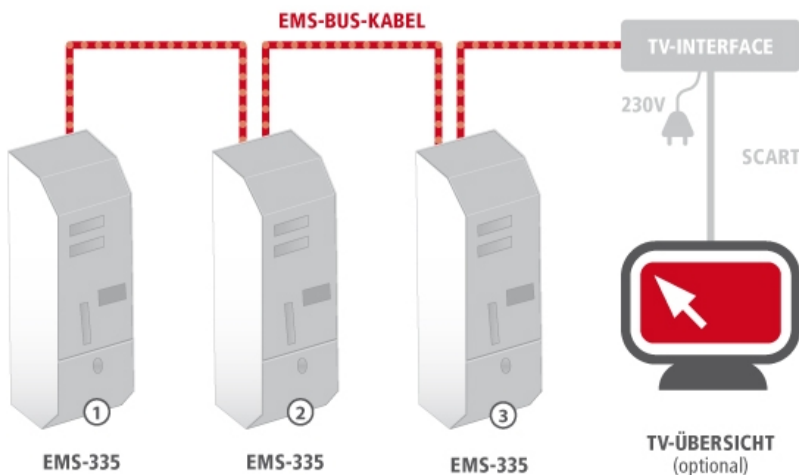

Abbildung 1: Vernetzung von EMS-Automaten
1. Anreihbares Modul-Gehäuse (s. Abbildung 1: Vernetzung von EMS-Automaten) (M)
2. Einbaumodul (E)